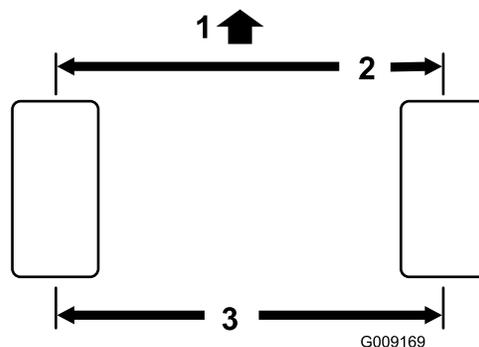

図 139
**注** タイヤ前面での測定値とタイヤ後面での測定値との差が 6 mm 以下であれば後輪のトーインは適正である **図 139**。